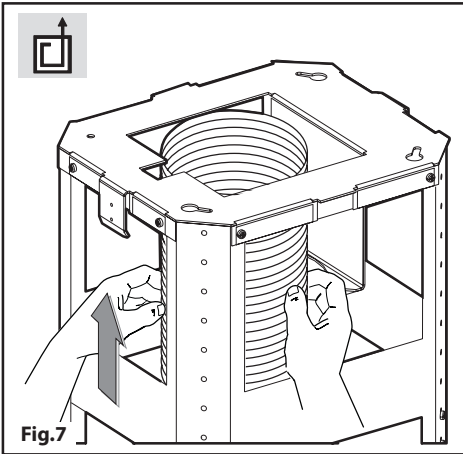

Fig.7
- **Version aspirante:** fixer le tuyau flexible au trou d'évacuation air disposé préalablement (**Fig. 7**).